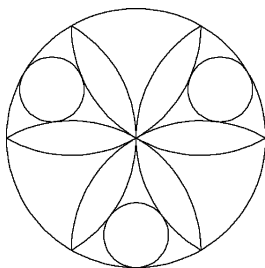

图 5-128 图形 1
(7) 使用“COPY”命令复制一个圆，指定基点为(0, 0)，再提示指定第二个点时按〈Enter〉键，以第一个点作为位移基点，则下面说法正确的是()。
(8) 对于一个多段线对象中的所有角点进行圆角，可以使用“圆角”命令中的()命令选项。
(9) 绘制如图 5-128 所示图形。